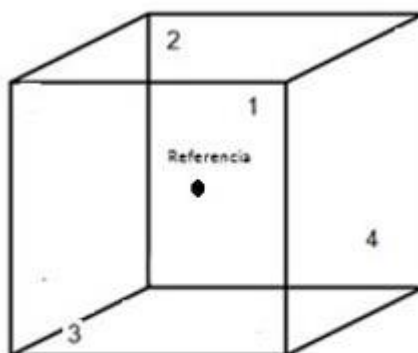

Figura 1. Posición de Sensores
Si tan solo cuenta con dos termocuplas tipo K debe ubicar una termocupla de referencia en el centro del equipo a verificar y la otra corresponde a la termocupla móvil la cual se ubicaría en cada uno de los puntos (Ver figura 1). Entre cada una de las tomas se debe esperar alrededor de 15 minutos o a que el equipo se encuentre estable.
- Distribuya las termocuplas móviles al interior del equipo isotérmico como lo indica la figura 1 y espere 15 minutos antes de iniciar cada una de las mediciones. (empleando termocupla tipo K)
- Registre el valor obtenido de temperatura en el formato de comprobación intermedia de equipos isotérmicos de cada uno de los puntos indicados en la Figura 1. (Recuerde que estas mediciones deben tomarse en el equipo patrón y en el display del equipo isotérmico verificado).
- Determine la uniformidad tomando el valor correspondiente a la máxima diferencia de temperatura obtenida según los puntos indicados en la figura 1.